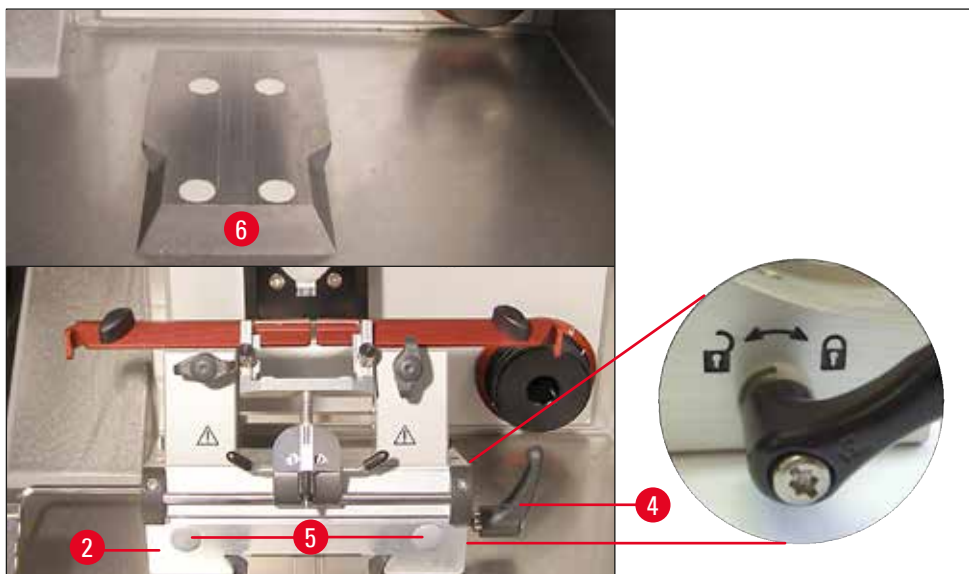

Abb. 25
- Die Messer-/Klingenhalterbasis (→ Abb. 25-2) von vorn auf die Schwalbenschwanzführung (→ Abb. 25-6) schieben und mit Klemmhebel (→ Abb. 25-4) festklemmen. Bewegen Sie den Klemmhebel im Uhrzeigersinn (in Richtung des geschlossenen "Schloss"-Symbols) an der rechten Seite der Klingen-/Messerhalterbasis (siehe Detail (→ Abb. 25)). Zum Verschieben der Basis den Klemmhebel nur wenig öffnen, um versehentliches Abgleiten in Richtung Objektkopf zu verhindern! Bewegen Sie den Klemmhebel im Uhrzeigersinn (in Richtung des geschlossenen "Schloss"-Symbols) an der rechten Seite der Klingen-/Messerhalterbasis (siehe Detail (→ Abb. 25)).